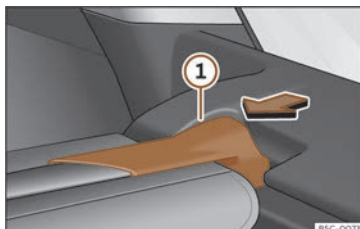

Fig. 122 No maleteiro: desmontar a bandexa.
- Prema o soporte da bandexa >>> **fig. 122** ① no sentido da frecha.
- Encaixe o soporte da bandexa >>> **fig. 122** ① na carcasa do outro lado.